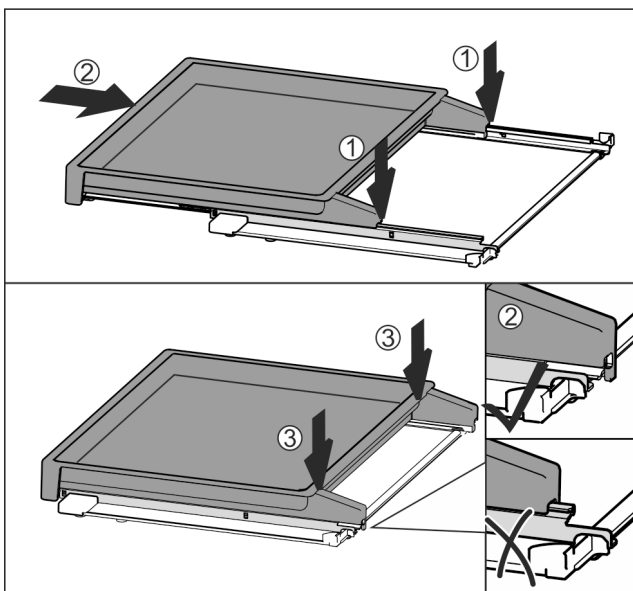

Fig. 79
- ▶ Așezați centrat pe șine Fig. 79 (1).
- ▶ Împingeți complet raftul extractibil în interior Fig. 79 (2).
- ▶ Apăsăți pe partea din spate, până când acesta se cuplează cu un zgomot specific Fig. 79 (3).